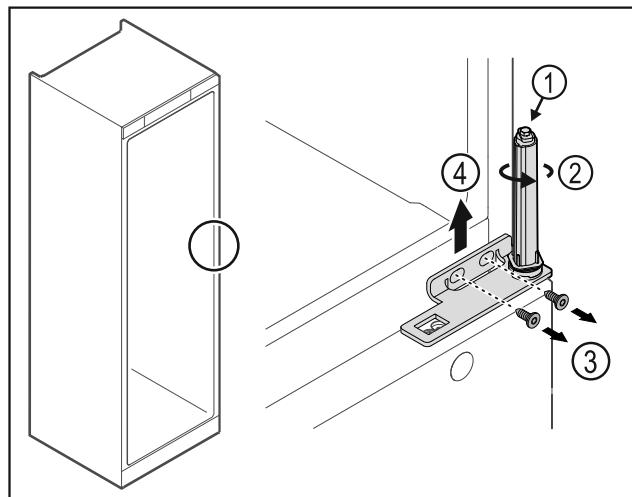

Fig. 34
- No desensamblar el sistema de cierre de la puerta Fig. 34 (1).
- Girar el sistema de cierre Fig. 34 (2) hasta que haga clic.
- Soltar los tornillos Fig. 34 (3), retirar la escuadra de bisagra Fig. 34 (4) hacia arriba.